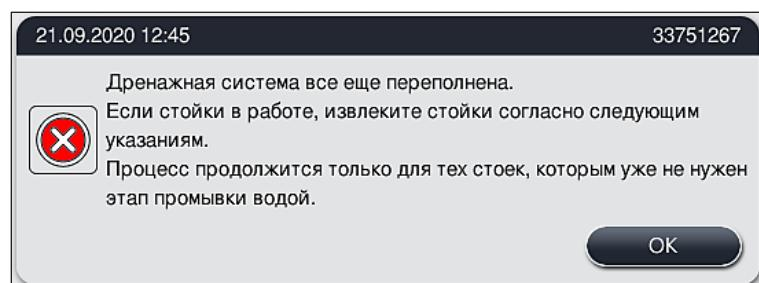

Рис. 127
3. Если несмотря на все попытки очистки устранить засорение не удается, промывочные станции деактивируются из-за сохраняющегося критического уровня воды. Соответствующие промывочные станции отображаются на экране как неисправные. Для отмены одной или нескольких программ нажмите (→ "Рис. 125-2") или (→ "Рис. 126-2") для запуска управляемого процесса отмены. Программы, не содержащие этап промывочной воды, продолжаются до завершения процесса окрашивания. Все штативы, требующие реализации по меньшей мере одного этапа промывочной воды, должны быть отменены и извлечены из прибора. Подтвердите следующее сообщение (→ "Рис. 127") нажатием **OK**.